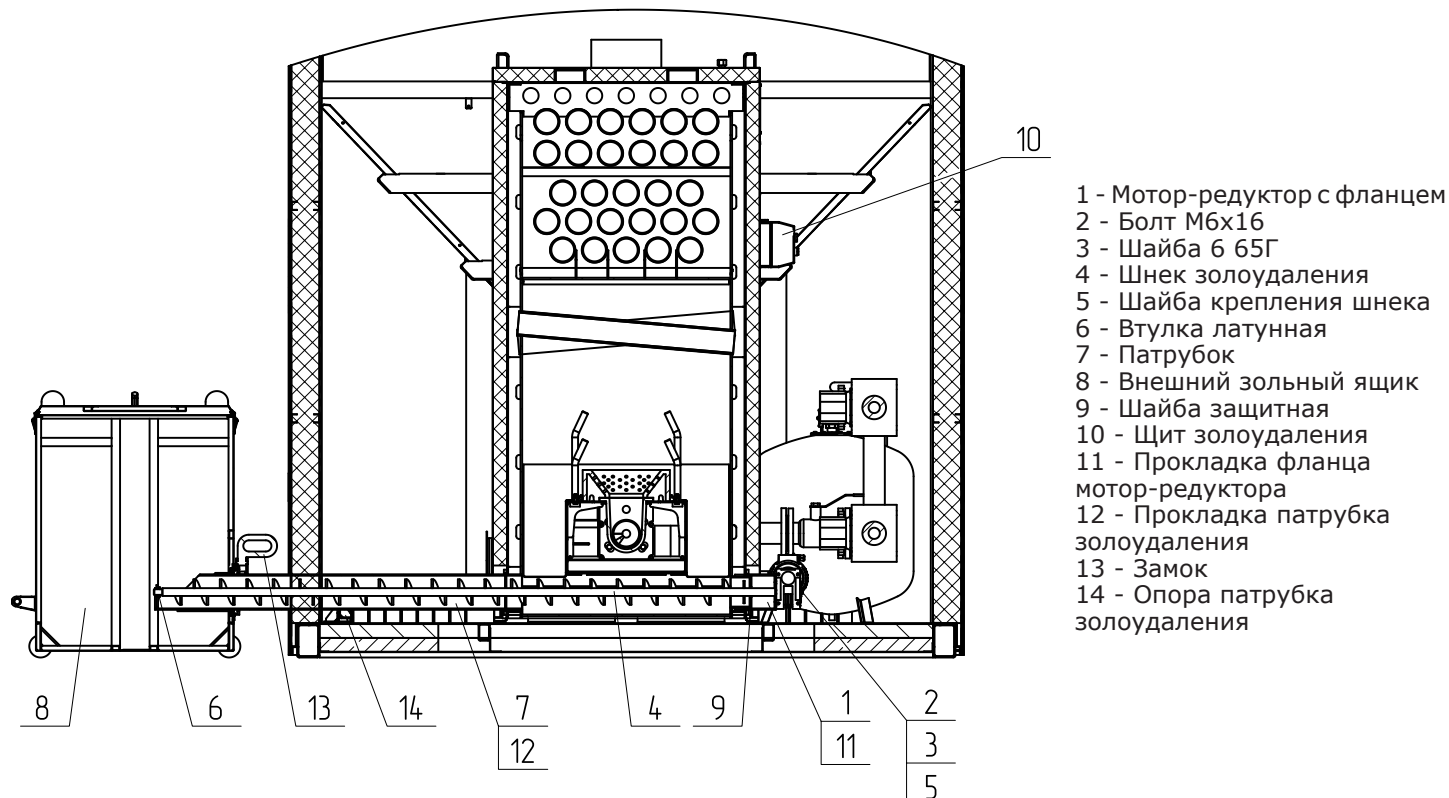

Рис.19 Монтаж механизма золоудаления
2.2. Одеть патрубок (см. Рис.19 поз.7) на шнек золоудаления (поз.4), предварительно установив в патрубок втулку латунную (поз.3). Провести шнек, не снимая патрубка, через отверстие в боковой стенке модульной котельной и сквозь котёл.